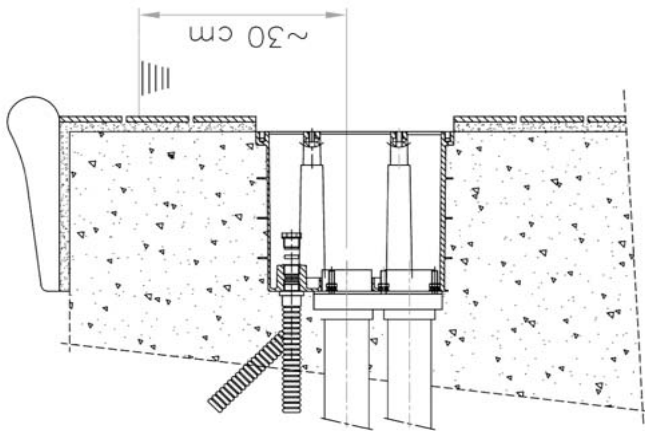

FIG. 3
### **2b Montagem equipamento com a bomba a distancia (Fig. 3)**
Depois de construir a piscina, deve-se limpar bem a caixa de alojamento (36). O conjunto bocal impulsão fornece-se equipado com todos os elementos de ligação. Colocar a junta de estanqueidade (38) na falange de ligação e fixar bem as duas peças à caixa a partir do interior, por meio das 6 porcas M8 e anilhas, conforme se indica na (Fig. 3).
No caso de não ter acesso pela parte de trás, a estanqueidade das condutas de aspiração (14) e de manobra (22) far-se-á a partir de dentro da caixa, montaremos as 2 bucins PG16 (37), com as correspondentes juntas, sobre as condutas (14) e (22), passando-ás através dos orifícios bucins PG16 e dos tubos de protecção (Previamente montados na fase de instalação da caixa de alojamento, ver Fig. 3), a seguir, aproximaremos o conjunto bocal até fazer contacto com o tubo de impulsão (31), antes de fixar os bucins, faremos deslizar as duas condutas deixando o menor comprimento livre para poder fixar os bucins, com a finalidade de evitar que, ao meter totalmente o conjunto bocal impulsão dentro da caixa, as condutas (14) e (22) possam ficar dobradas. No extremo da conduta de aspiração (14) montar-se-á válvula aspiração de ar (20).